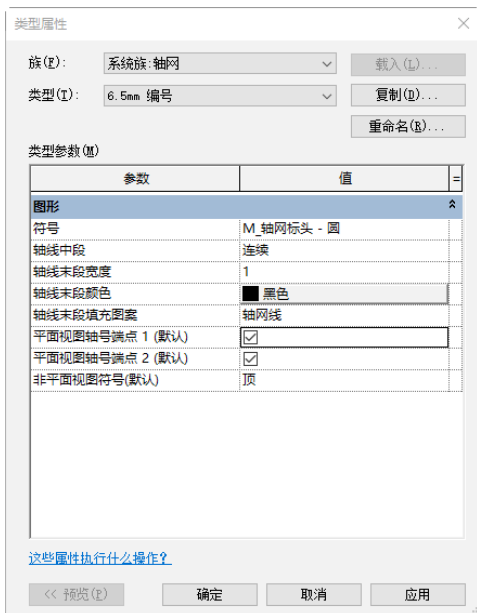

图 15-7 “类型属性”对话框
(1) 在“项目浏览器”中双击“结构平面”节点下的“基础”，将视图切换到基础结构平面视图。
(2) 单击“结构”选项卡“基准”面板“轴网”按钮, 打开“修改|放置轴网”选项卡和选项栏。
(3) 在“属性”选项板中选择“轴网 6.5mm 编号”类型, 单击“编辑类型”按钮, 打开“类型属性”对话框, 勾选“平面视图轴号端点 1 (默认)”复选框, 其他采用默认设置, 如图 15-7 所示, 单击“确定”按钮。